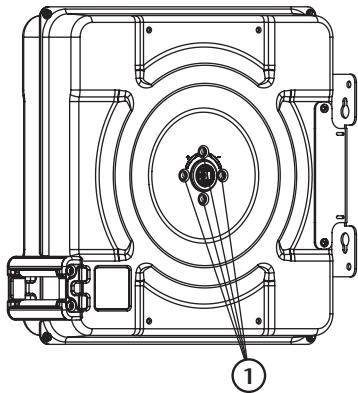

Fig. 6
3. Retire los tornillos (1) (fig. 6) que sujetan la fijación resorte, para que ésta quede libre y el resorte no coja tensión aunque se gire el tambor.